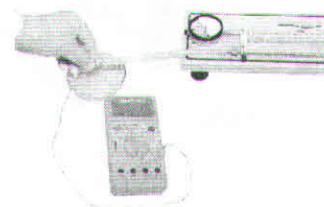

Figura 2
- 01 corpo de prova em cobre (5);
- 01 conexão de saída com duto flexível e expansão terminal (6);
- 01 conexão de entrada, duto flexível e terminal em vidro (12);
- 01 termômetro químico (11);
- 01 batente-móvel fim de curso (14);
- 01 gerador de vapor (15) elétrico, tampa em aço, manípulos de fechamento, válvula de segurança, retenção de segurança com fixação;
**Ponto principal:** Coloque termopar dentro da mangueira de saída - **Figura 2.**